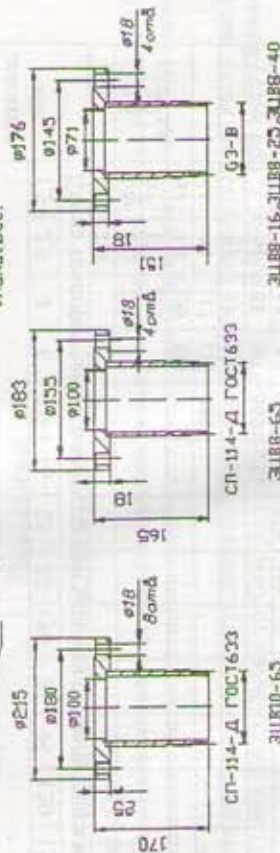

Рис. 1
Электронасос ЭЦВ состоит из (см. рис.1): насосной части поз. 1; электродвигателя поз. 2; проводов токоподводящих поз. 3; клапана поз. 4; таблички поз. 5; кожуха защитного поз. 6; сетки защитной поз. 7; сетки или пробки сливной поз. 8.
Водоподъемную трубу с муфтой ввернуть в патрубок электронасоса до отказа или присоединить при помощи фланцевого соединения (см. рис.1). За отдельную плату могут поставляться переходные втулки с резьбы G2½-B на G2-B и с G3-B на G2½-B, а также переходники с резьбы на фланец (см. рис. 1). По заказам потребителя изготавливаются другие переходные втулки.
6.3.7 Для предотвращения повреждений соединений необходимо использовать ответный фланец с выборкой (см. чертеж фланца на рис.1).
Заполнение полостей электродвигателя происходит через фильтрующую сетку поз.8 (см. рис. 1) или специальные трубки, расположенные под сеткой поз.7, при погружении электродвигателя в воду. Пробку поз. 8 перед погружением не выкручивать.
- 3 Придерживая вал насоса в верхнем положении (см. п. 2), установить насос на фланец электродвигателя и замерить размер "X" между концами валов (см. рис. 1).
11.4 Электронасосы должны храниться под навесом или в закрытых помещениях с естественной вентиляцией при температуре от -20°C до $+40^{\circ}\text{C}$ на расстоянии не менее 1 м от отопительных систем, при этом вода из насоса и двигателя должна быть полностью слита. В нижней крышке электродвигателя предусмотрена сетка или пробка поз.8 (см. рис. 1) для слива воды. При хранении электронасоса сетку очистить от засорения, а пробку вывернуть, слить воду и ввернуть. Перед длительным хранением электродвигатель необходимо подввернуть консервации.